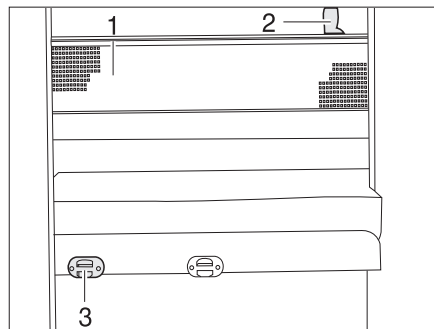

Fig. 124 Red de seguridad
- Enganchar la escalera de ascenso con los largueros en el soporte (Fig. 124,3) en el panel.
La red de seguridad (Fig. 124,1) viene de serie entre el colchón y el somier. Tender la red de seguridad cuando la persona ya se encuentre en la cama.
- Engatillar las cintas de sujeción (Fig. 124,2) en los soportes en el techo.